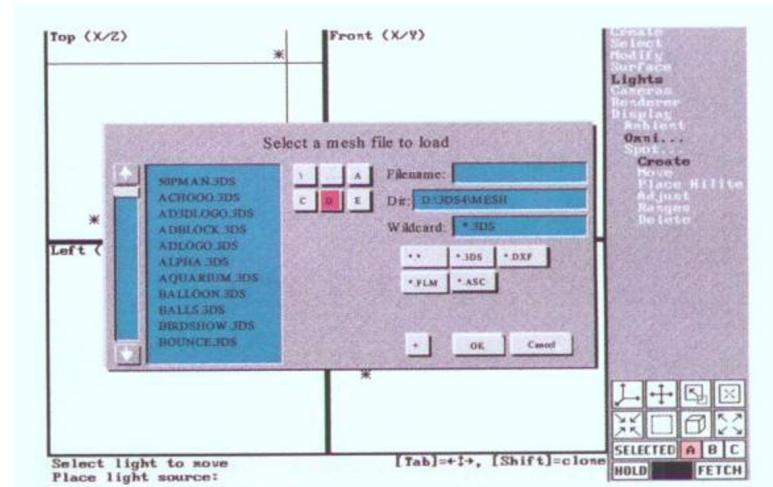

图2.1
①先在ACAD中使用命令DXFOUT生成交换文件：模型文件名.DXF，然后退出ACAD。
②调用3DS软件，并在3D Editer下按下Ctrl+L键，或点取(即单击鼠标左键，下同)左上角第二列的FILE下拉菜单的Load命令，便会弹出一个调入文件的对话框“Select a mesh file to load”(图2.1)。